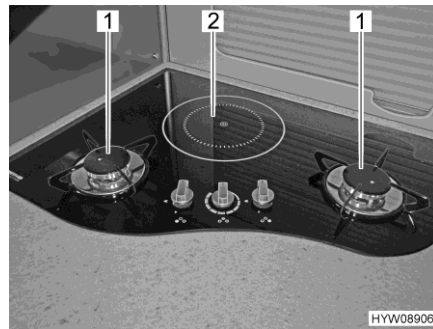

Fig. 198 Réchaud à gaz à 2 feux avec plaque à induction
La plaque à induction (Fig. 198,2) ne peut être utilisée qu'avec l'alimentation 230 V.
**Allumage** Les deux feux (Fig. 198,1) sont équipés d'un allumage électronique.